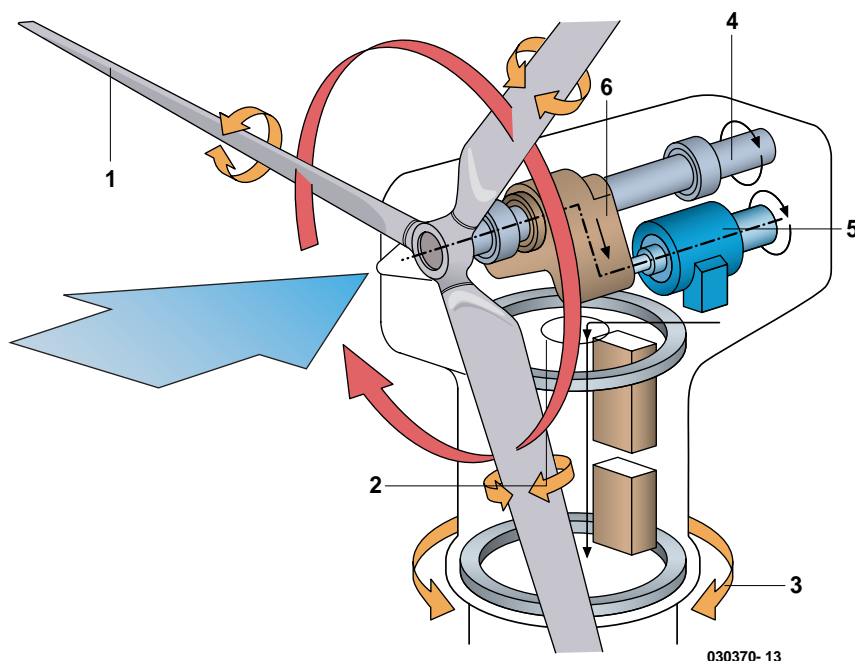

Figure 2. Concept de base d'une turbine tripale.
rantes dans la mesure ou elles permettent de plus grandes vitesses mais le modèle tripale représenté à la **figure 2** bénéficie quant à lui d'une plus grande stabilité et génère donc moins de vibrations. La puissance produite est proportionnelle au carré du diamètre du cercle couvert par les pales, ce qui signifie – pour une turbine standard à axe horizontal – que le doublement de la surface du cercle tracé par l'extrémité des pales en mouvement double le potentiel de puissance générée.
A la **figure 2**, la turbine tripale (1) peut voir le comportement de ses pales modifié. En en modifiant l'inclinaison (2), les pales peuvent opérer avec une efficacité maximum malgré des conditions de vent changeantes.